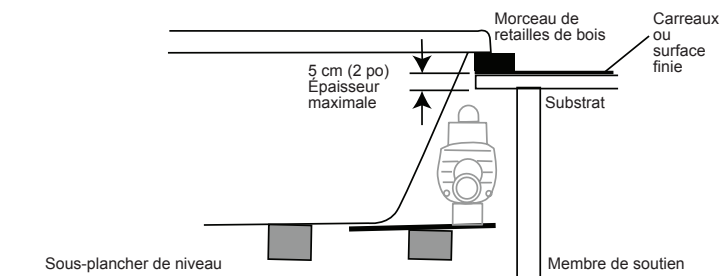

Figure 10
- 8** Installez l'unité en insérant l'extrémité de l'équipement en premier, en abaissant la baignoire dans l'ouverture, comme dans l'illustration (figure 10)